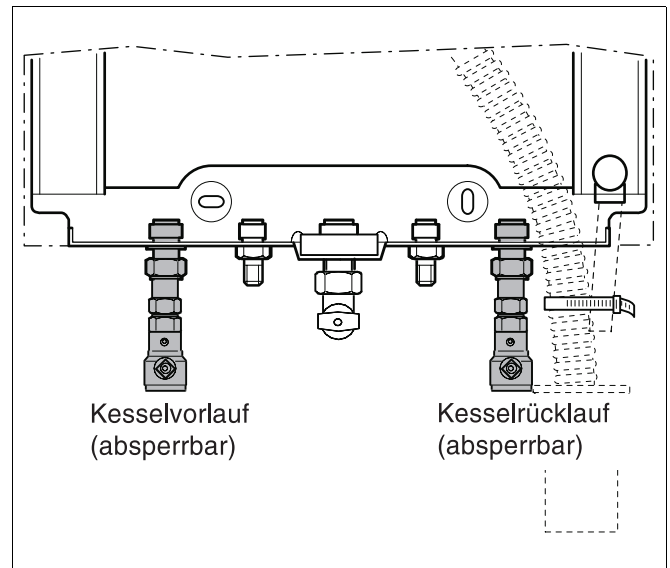

Abb. 9 Kesselvorlauf und Kesselrücklauf
7. Öffnen Sie das Absperrventil für Kesselvorlauf und Kesselrücklauf (Abb. 9) an den Rohranschlüssen.